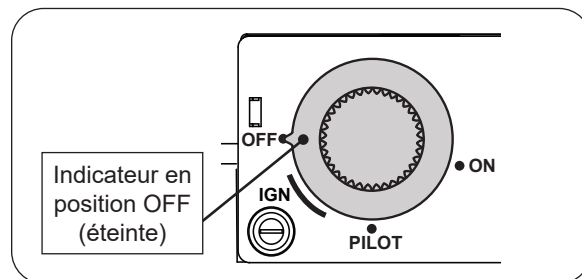

Fig. 58-2 Arrêt du pilote
2. Localisez la vanne sur le côté de l'appareil. Poussez le contact légèrement le bouton et tournez dans le sens des aiguilles d'une montre pour que l'indicateur pointe vers **OFF** (éteinte) sur la vanne (voir Fig. 58-2).
Appuyez légèrement sur le bouton de contrôle et tournez-le dans le sens des aiguilles d'une montre pour **OFF** (éteindre). Ne force pas. Voir Fig. 58-2.